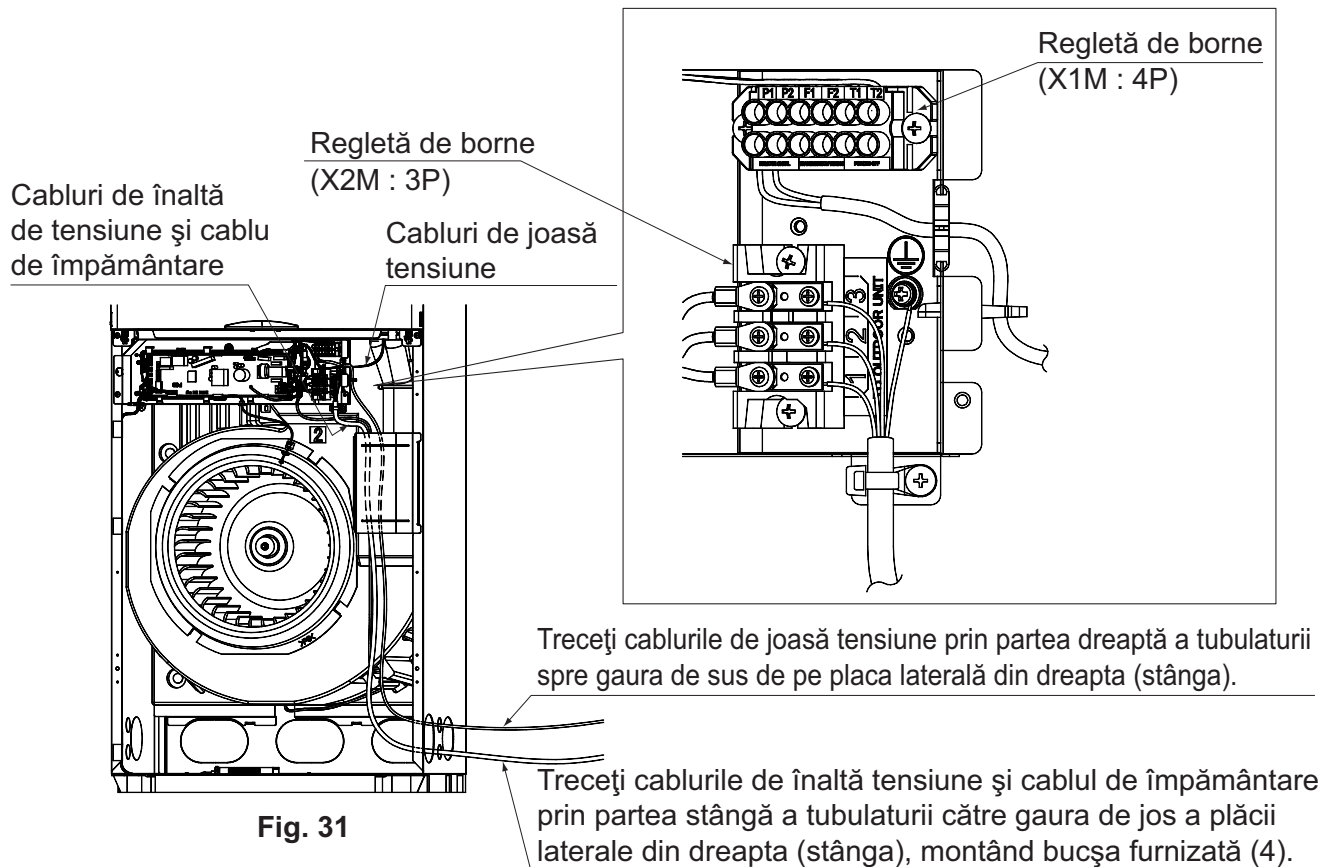

Fig. 31
- Conectați cablajul telecomenzii (procurat la fața locului) la bornele P1 și P2 (fără polaritate) ale regletei de conexiuni (X1M: 4P) și ghidați cablajul către exteriorul unității pe traseul indicat în **Fig. 31**.
- Conduceți cablurile de tensiune joasă (cablajul telecomenzii) la 50 mm sau mai mult de cablurile de tensiune înaltă (cablurile de interconectare între unitățile interioare și exterioare) și legătura la pământ astfel încât să nu treacă prin aceleași loc. (**Consultați Fig. 31**)